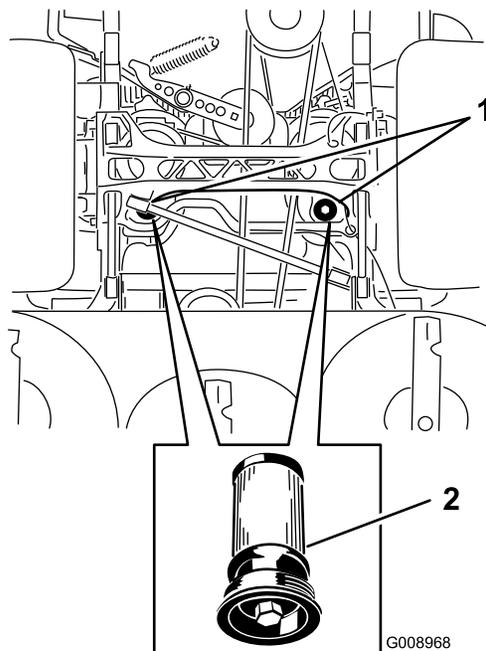

Figure 90
5. Placez un bac de vidange sous le filtre, retirez le filtre usagé et essuyez la surface (Figure 90).
6. Appliquez une fine couche d'huile hydraulique sur le joint en caoutchouc du filtre de rechange (Figure 90).